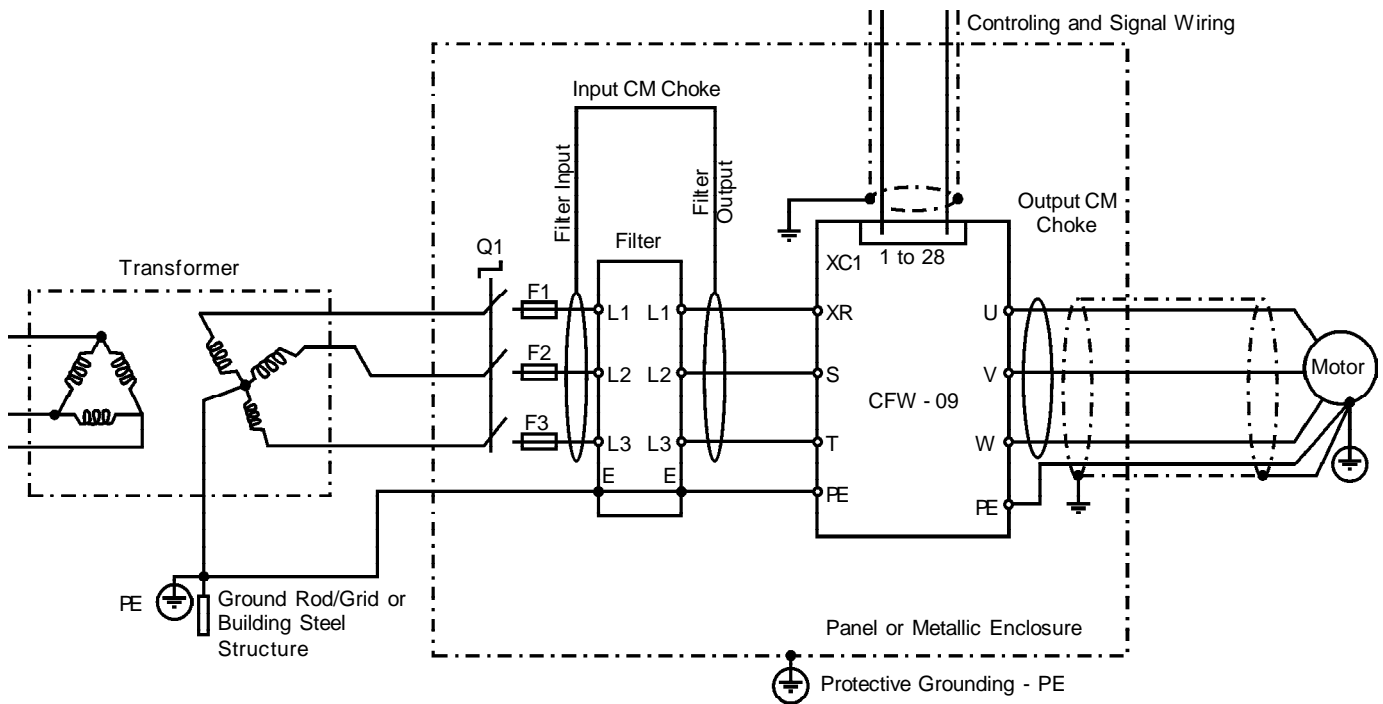

Рисунок 3.18 - Подключение фильтров ЭМС
1. Необходимо подключить фильтры, указанные в таблице типоразмеров, в соответствии со схемой на рис. 3.18.